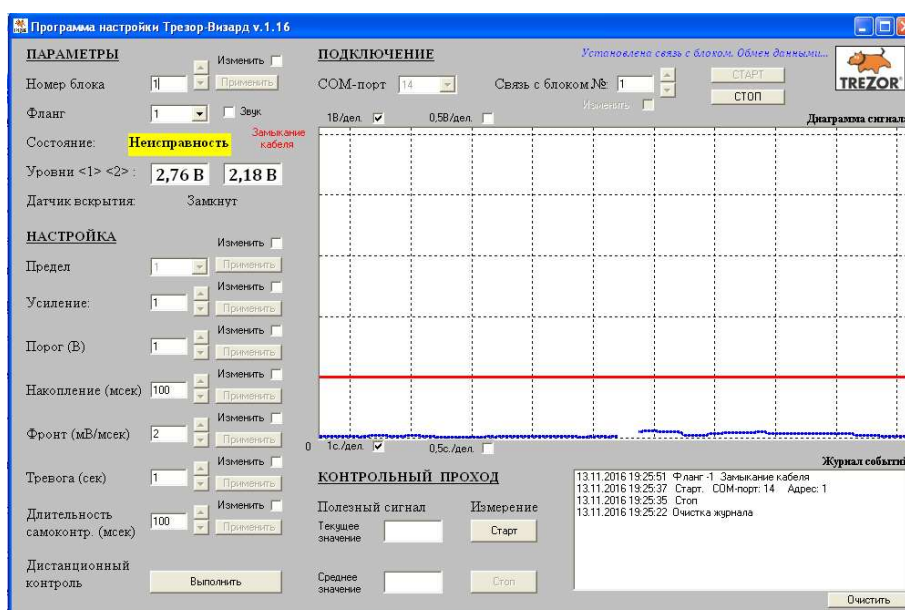

Рисунок 6
4.2.1. Установите соединение с изделием. Выберите фланг. Проверьте состояние фланга на отсутствие неисправностей и повреждений (таблица 1 «Состояние»). При их наличии (рис. 6) примите меры к устранению.